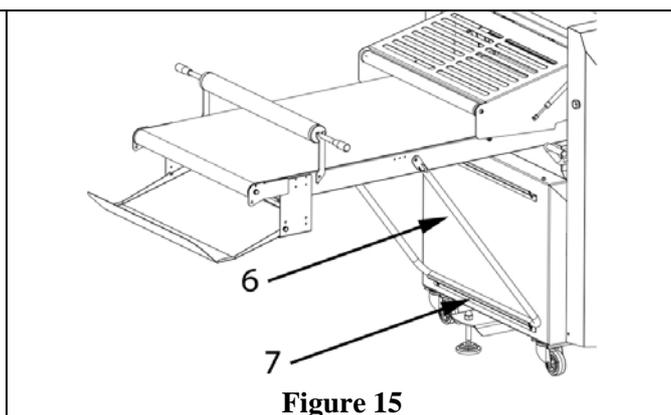

Figure 15
Dans la machine «à chevalets», la bande transporteuse est placée directement sur la structure centrale de la machine, grâce au support tubulaire (Figure 15, pos.6) qui s'insère dans la goulotte appropriée (Figure 15, pos.7).